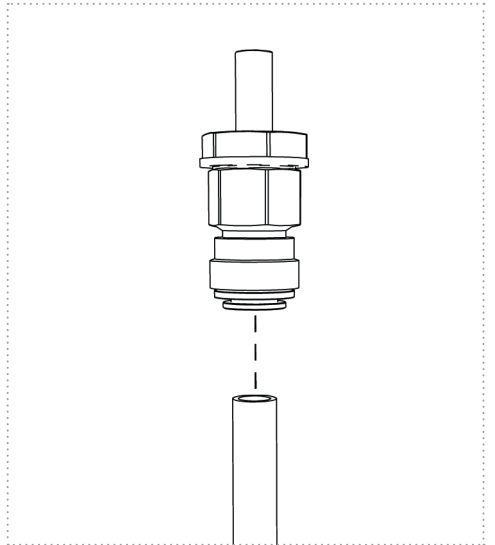

Abbildung 9b
**Anmerkung:** Für die Verwendung des „Wasseranschluss-Adapters 12 bzw. 15mm“ mit Stecksystem für z.B. UniQuick u. Whale System (nicht im Lieferumfang enthalten) beachten Sie *Abbildung 9b*.